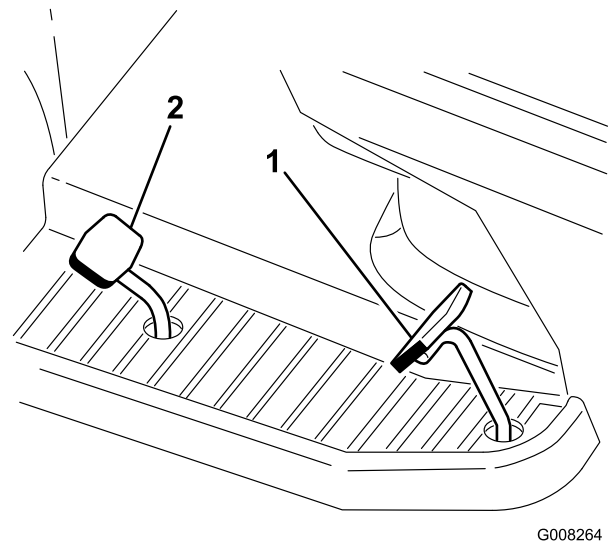

Figure 17
2. Posez le pied sur la pédale de déplacement et appuyez lentement dessus pour avancer (Figure 17).
2. Posez le pied sur la pédale de déplacement en marche arrière et appuyez lentement dessus pour reculer (Figure 17).